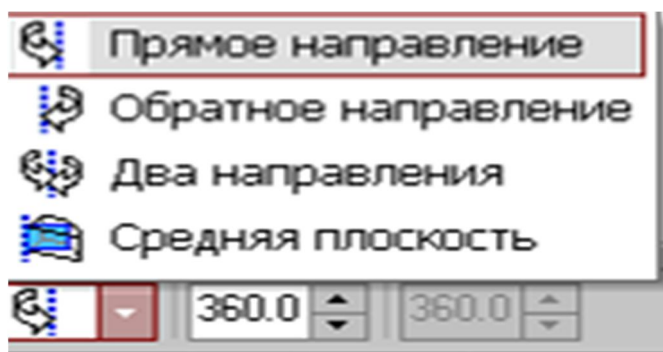

Рис. 7 – Выбор направления вращения
7. Выберем тип построения модели без тонкой стенки с помощью списка на закладке Тонкая стенка панели свойств команды Вращение (Рис. 7, 8).